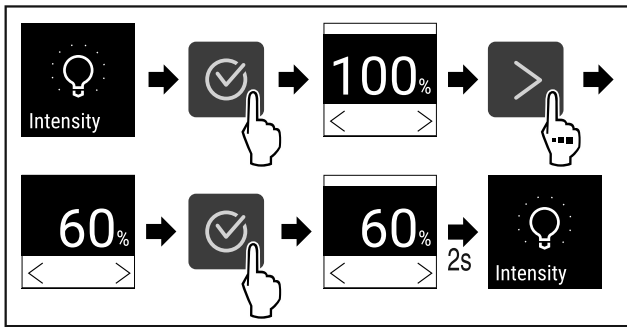

Fig. 71
- ▶ Følg anvisningene (se Fig. 71).